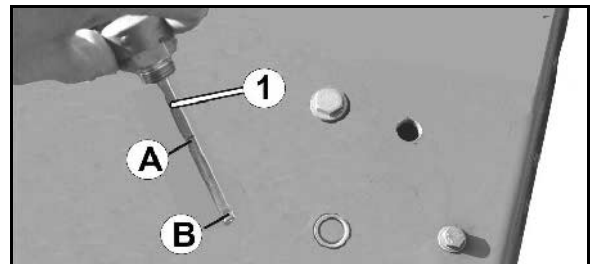

Fig. 126
2. Öl-Peilstab lösen und abnehmen (Fig. 126/1).